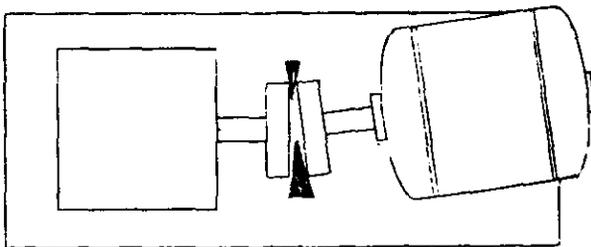

Fig. 4-3 Superficie de lado a lado
2. La variancia de lado a lado en el espacio del acople (Fig. 4-3) se compensa moviendo la parte posterior del impulsor en la dirección apropiada para igualar el espacio